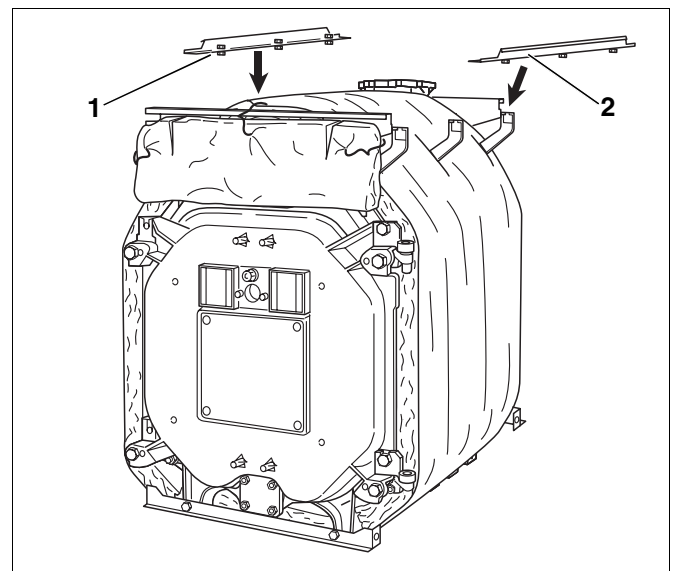

Abb. 45 Längsschienen montieren
- Die Längsschienen (Abb. 45, **Pos. 1** und **2**) wie bereits beschrieben mit den vormontierten Schrauben in die Aussparungen der Konsolen einschieben und mit diesen fest verschrauben.